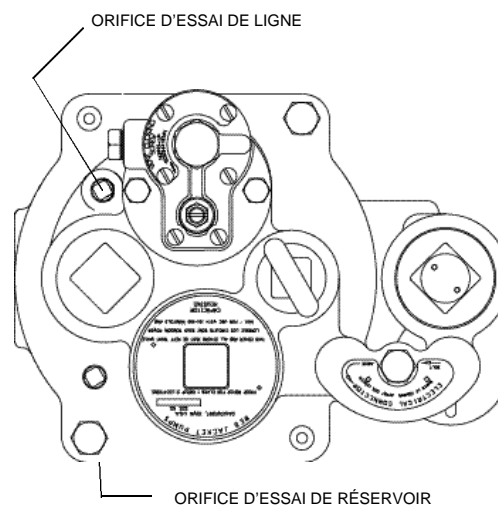

Figure 3.2 Orifice d'essai de ligne
- 3: Appliquer la pression d'essai de ligne à l'orifice d'essai de ligne. (345 kPa maximum). (Voir Fig. 3.2).
- 1: Fermer la soupape de retenue de la pompe en tournant la vis de fermeture de prise d'air aussi bas que possible. (Voir Fig. 3.2)